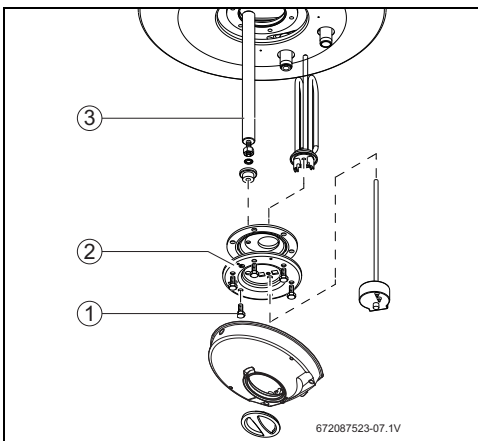

Рис. 15 Доступ во внутреннее пространство и обозначение деталей
- ▶ Отверните крепежные винты фланца (рис. 15, [1]).
- ▶ Снимите фланец (рис. 15, [2]).